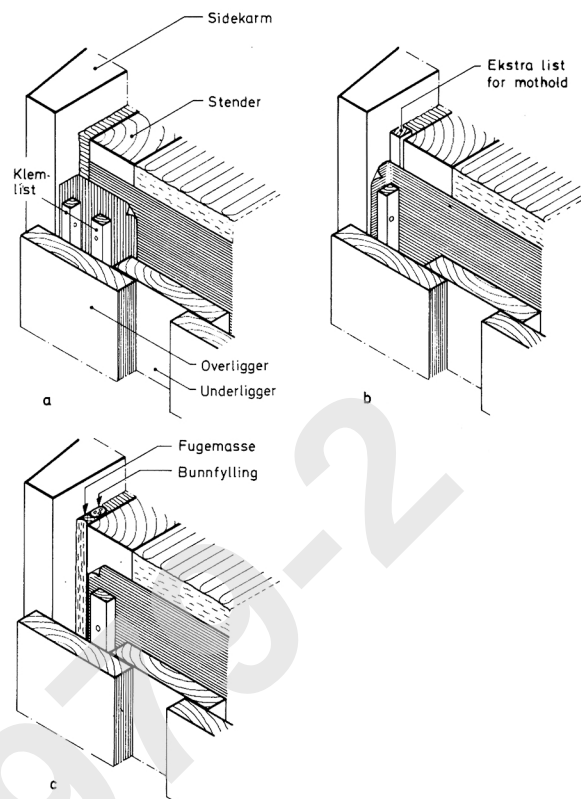

Fig. 321
- 321 Fugen mellom karm og bindingsverk kan tettes med bygningspapp eller fugemasse. Fig. 321 a, b og c. Profilerte klemelister kan benyttes i spesielle tilfeller der toleransene er små, f.eks. ved prefabrikerte vegg-elementer. Innsprøyting av polyuretanskum som tetting av fugen mellom karm og bindingsverk, er også mulig. Bygningspapp må klemmes mot sidene i karmen og overlappes med pappen i veggen. I vegger med vindtett underkledning av plater klemmes pappremsen mot eller under underkledningen. Ved bruk av fugemasse må det legges inn bunnfylling av f.eks. skumplast.